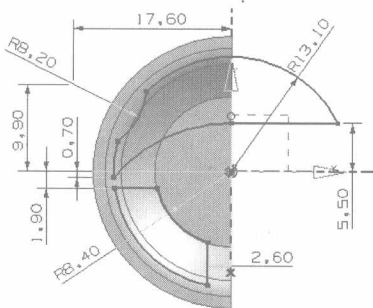
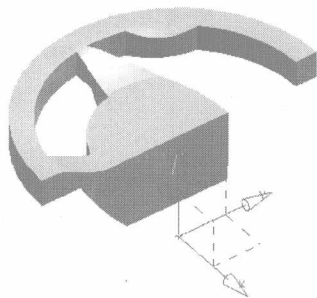

图1-9
图1-10
- (1) 在菜单栏中选取【插入】/【设计特征】/【设计特征】命令, 弹出【拉伸】对话框, 激活【草图截面】, 弹出【创建草图】对话框。
- (2) 设置类型为【在平面上】方式, 选取 $xc-yc$ 平面作为草绘的平面, 单击 **确定** 按钮进入草图, 绘制图 1-9 所示的图形。
- (3) 在【草图生成器】工具条中单击 **完成草图** 按钮, 退出草绘界面, 返回【拉伸】对话框。
- (4) 在【限制】栏中设置【终点】的拉伸方式为【贯通】方式。
- (5) 在【布尔】栏中设置布尔运算方式为【求差】, 单击 **确定** 按钮创建拉伸切除特征, 如图 1-10 所示。